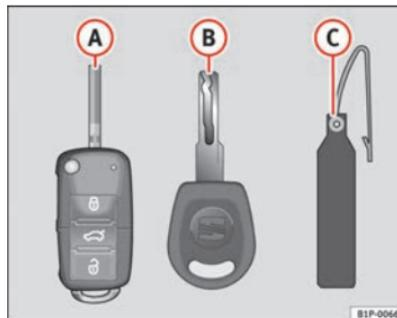

Fig. 62 Set di chiavi
- una chiave a scatto con telecomando ⇒ fig. 62 **A**,